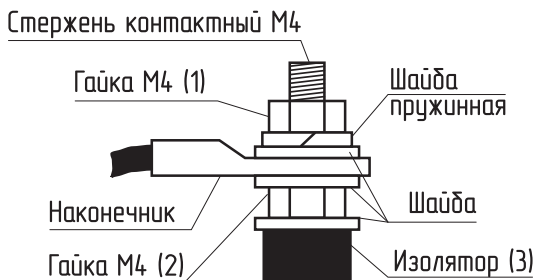

Рис.7 Присоединение проводов к выводам блок ТЭН
- Гаек на контактных стержнях ТЭН с усилием 1,8 Нм (**см.Рис.7**);
- При замене блок ТЭН присоединение фазных проводов к выводам блок ТЭН производить согласно **Рис.7**. Сечение кабеля указано в **Таб.1**;
- Провод нейтрали «N» подключить на перемычку блока ТЭН (**Рис.7**).